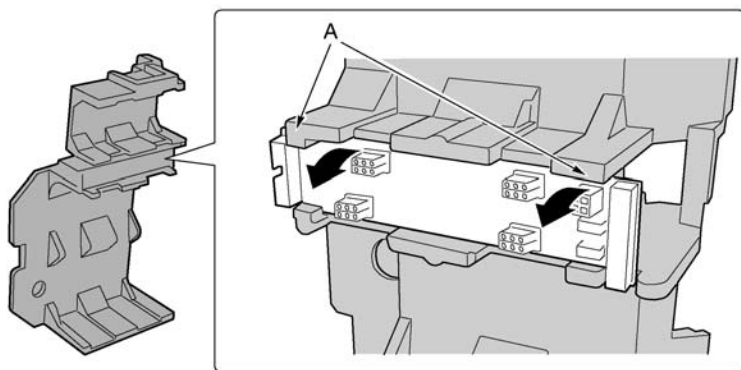

Figura 55 - Rimozione della scheda di distribuzione della ventola
- 4 Premere delicatamente due angoli del deflettore in schiuma verso l'esterno (Figura 55, A) per aprire lo slot della scheda di distribuzione della ventola, ruotare l'estremità della scheda per sganciarla ed estrarla dal deflettore aria in schiuma.